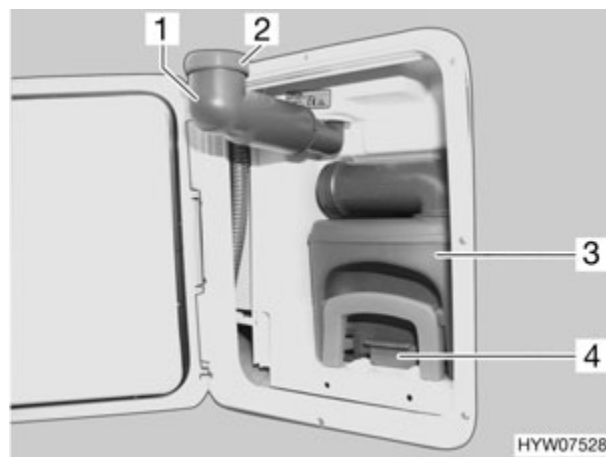

Fig. 180 Cassette Thetford
- Girar hacia fuera el tubo de llenado de agua potable (Fig. 180,1).
- Retirar la tapa roscada (Fig. 180,2).